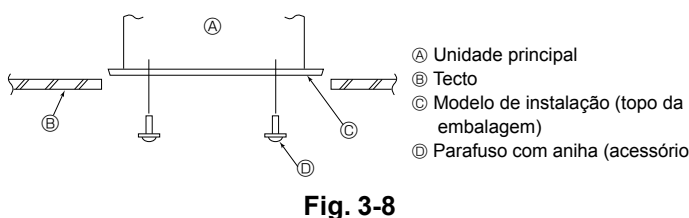

Fig. 3-8
3.7. Confirmação da posição da unidade principal e aperto dos parafusos de suspensão (Fig. 3-8)